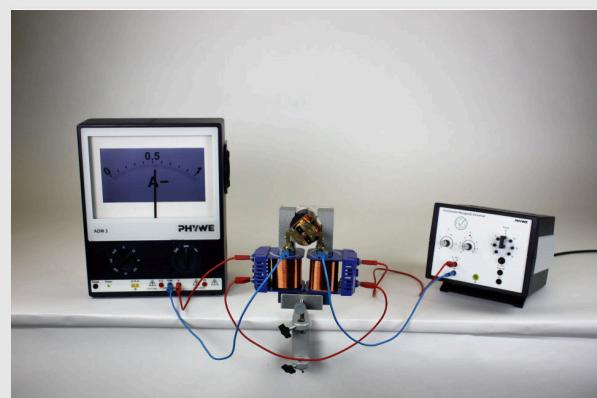
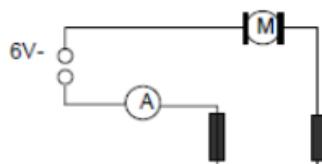

Fig. 2
Fig. 3
- Completa la estructura según la Fig. 2 y la Fig. 3.
Si se utiliza un [] para hacer funcionar un [], debe generar un [] suficientemente grande en las proximidades del inducido. Por lo tanto, se utiliza un núcleo de hierro en forma de U con dos bobinas de campo, entre cuyos polos discurre el inducido. Las bobinas de inducido y de campo están conectadas en serie en un motor principal en derivación (Fig. 3).